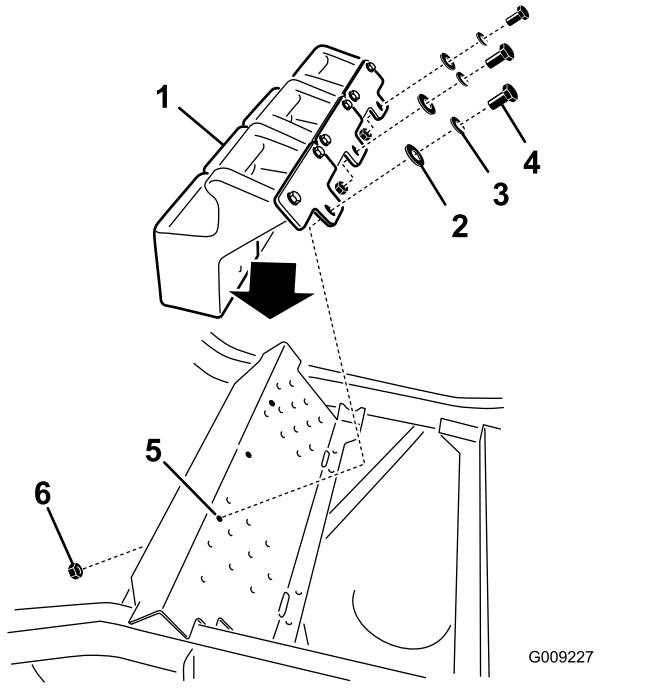

Bild 33
5. Montieren Sie den Frontballast auf der Fußplattform (Bild 33).
6. Befestigen Sie den Frontballast mit sechs Schrauben ( $\frac{3}{8}$ " x 1"), sechs Sicherungsscheiben ( $\frac{3}{8}$ "'), drei Bundmuttern ( $\frac{3}{8}$ "') (kleiner Bund) und sechs Flachscheiben ( $\frac{3}{8}$ "') auf der Fußplattform und an der Befestigungshalterung für den Ballast oberhalb des Fußplattform (Bild 33).